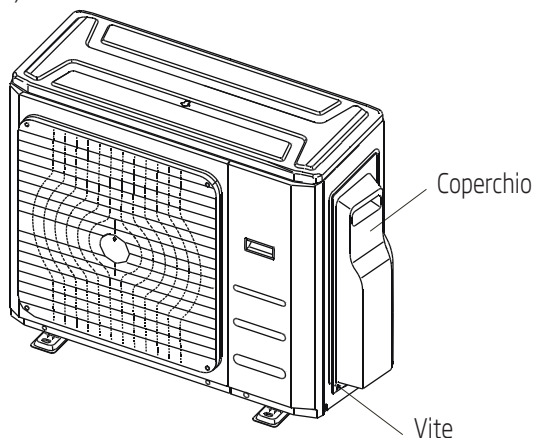

Fig. 8,1
2. Rimuovere il coperchio del quadro di controllo elettrico dell'unità esterna. Se l'unità esterna non è dotata di coperchio, svitare i bulloni dalla scheda di manutenzione e rimuovere la protezione. (Vedere la Fig. 8,1)